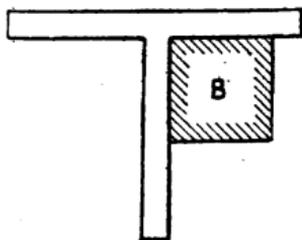

Fig. 196.
**EQUERRE A T FIXE** (fig. 196). — Sert à tracer ou à ajuster les rainures d'intérieur ou à dresser et